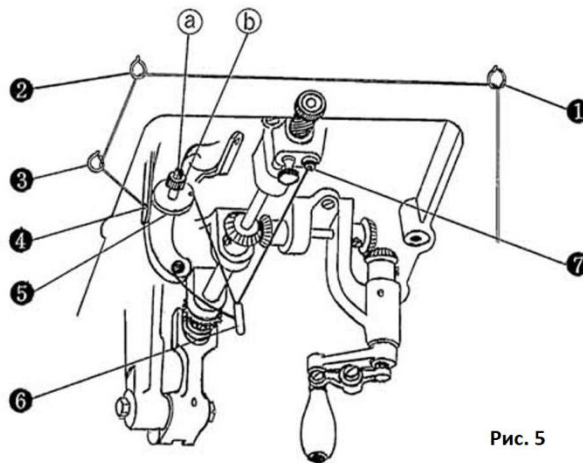

Рис. 5
7. Заправка нити (рис. 5, 6 и 7)
1) Вышивка нитью (рис. 5 и 6)
Машина оснащена тремя кольцами - нитенаправителями. Эти кольца необходимо прикрепить к нижней стороне столешницы так, как это показано стрелками 1, 2 и 3 на рис. 5. Кольцо 1 должно быть закреплено строго над бобиной ниток.
11. Натяжение нити и стежков (рис. 5)
Натяжение нити регулируется с помощью барашковой гайки «b» (см. рис. 5) слева от дисков нитенатяжения. Для усиления нитенатяжения поворачивайте эту гайку по направлению к себе, а для ослабления нитенатяжения поворачивайте гайку в направлении от себя. Натяжение нити должно быть достаточным только для того, чтобы избежать вероятности пропуска стежков.